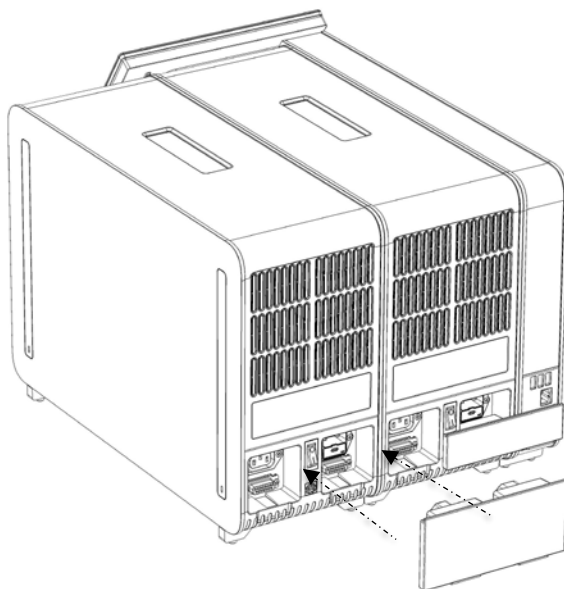

Figura 18. Ligação da ponte do módulo analítico/analítico.
6. Ligue a ponte do módulo analítico/analítico na parte traseira do QIAstat-Dx Analyzer 1.0 para unir os dois módulos analíticos (Figura 18).